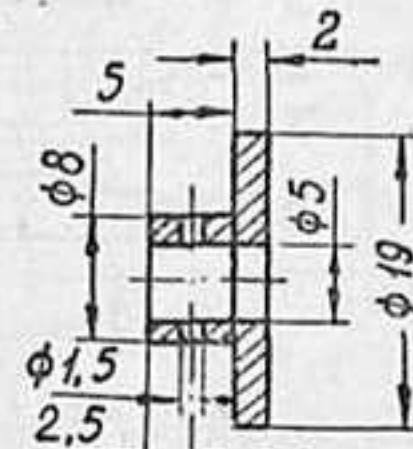

Рис. 13, дет. 2сб-3
**Опорная шайба (2сб-3)** сделана из бронзы, ее размеры указаны на рис. 13.